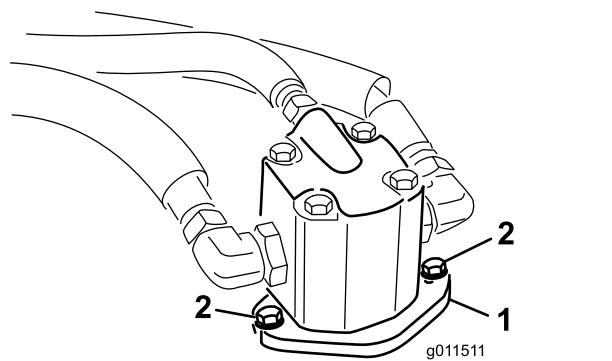

Figura 98
4. Togliete i bulloni che fissano il motore idraulico all'apparato di taglio (Figura 98). Togliete il motore e appoggiatevelo sopra l'apparato di taglio.